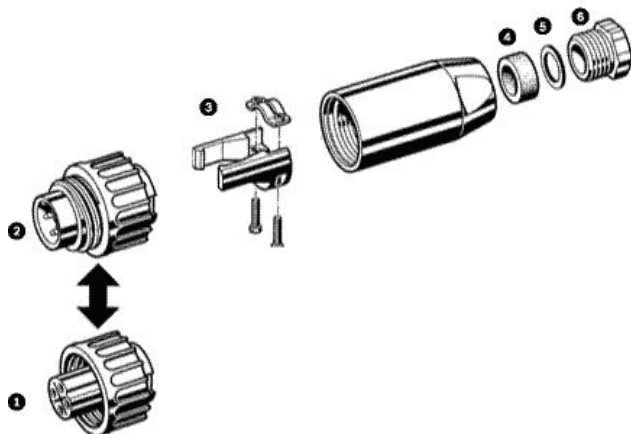

Figure 6.1 Montage du connecteur à 4 broches
2. Passez le cordon d'alimentation au travers de l'ensemble logement arrière/dispositif de réduction de tension. Voir *Figure 6.1*).
- Connectez le câble d'entrée d'alimentation aux bornes à vis situées sur le connecteur fourni. Voir *Figure 6.1*.